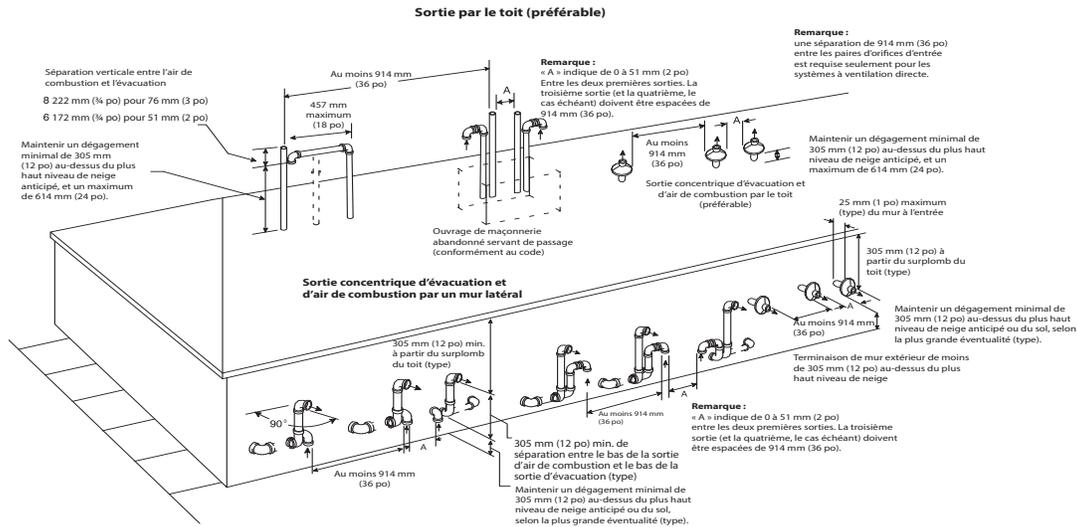
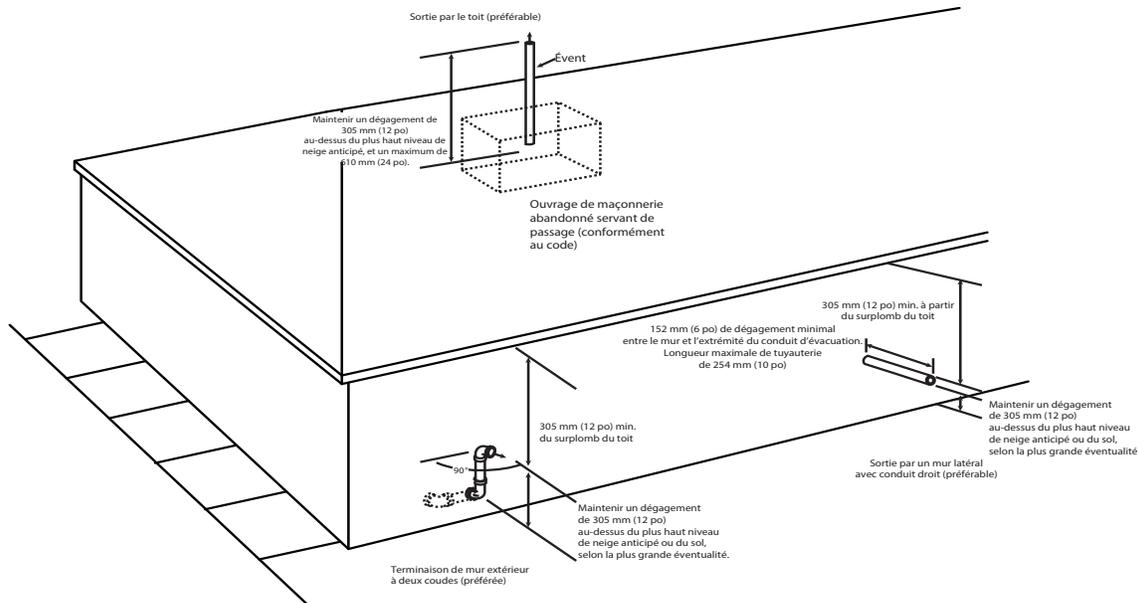
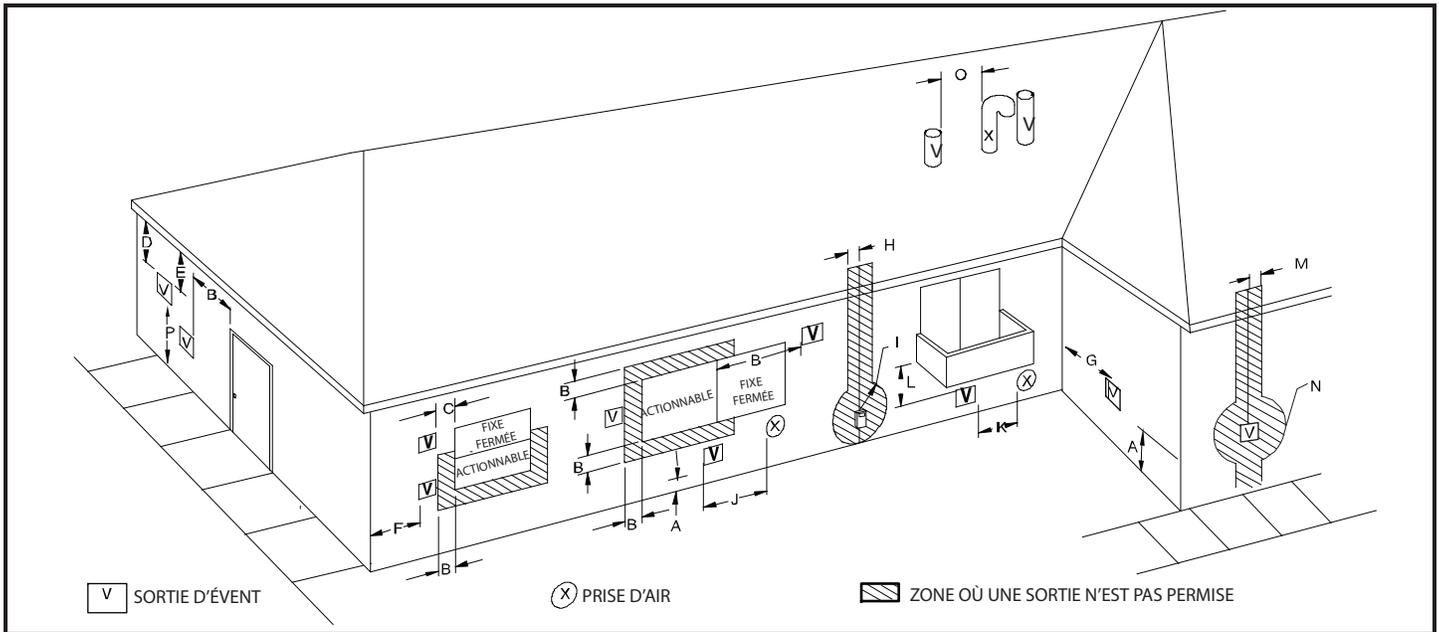

Fig. 40 – Air de combustion et sortie d'évent pour système d'évacuation directe (2 tuyaux)
Fig. 41 – Sortie d'évent pour système d'évacuation non directe et d'air de combustion
Fig. 42 – Dégagement de sortie à évacuation directe
Une cheminée en maçonnerie abandonnée peut servir de passage pour l'installation de tuyaux d'air de combustion et d'évent adéquatement isolés et supportés. Chaque chaudière doit avoir son propre ensemble de conduites d'évacuation et d'air de combustion et être individuellement terminée, tel qu'illustré dans la Fig. 40 pour le système d'évacuation directe Vent (2 conduites) ou la Fig. 43 pour l'option à air de combustion ventilé.
Dans un système à ventilation directe (à deux tuyaux), tout l'air de combustion provient directement de l'extérieur et tous les produits de combustion sont évacués à l'extérieur. Les conduits d'évacuation et d'air de combustion doivent sortir ensemble, dans la même zone de pression atmosphérique, que ce soit dans un mur ou dans un toit (la sortie par un toit est à privilégier). Consultez la Fig. 41 pour connaître les exigences de dégagement du code national.
Dans le cas d'un système à air de combustion ventilé, l'évent aboutit et évacue les produits de combustion directement à l'extérieur, comme un système à ventilation directe. Pour connaître les exigences de dégagement du code national, consultez la Fig. 42.
Pour connaître les dégagements de terminaison d'évent, consultez les codes nationaux présentés à la Fig. 41 pour un système à ventilation directe/à deux tuyaux et à la Fig. 42 pour un système à air de combustion ventilé. Pour connaître la disposition des terminaisons extérieures, consultez la Fig. 40 pour un système à ventilation directe / à deux tuyaux et la Fig. 41 pour un système à air de combustion ventilé. Communiquez avec les responsables des codes locaux pour connaître les autres exigences des codes nationaux présentés dans ces figures ou les dérogations à ceux-ci.
1. Conformez-vous à toutes les exigences en matière de dégagements, tel qu'indiqué à la Fig. 41 ou à la Fig. 42 selon l'application.